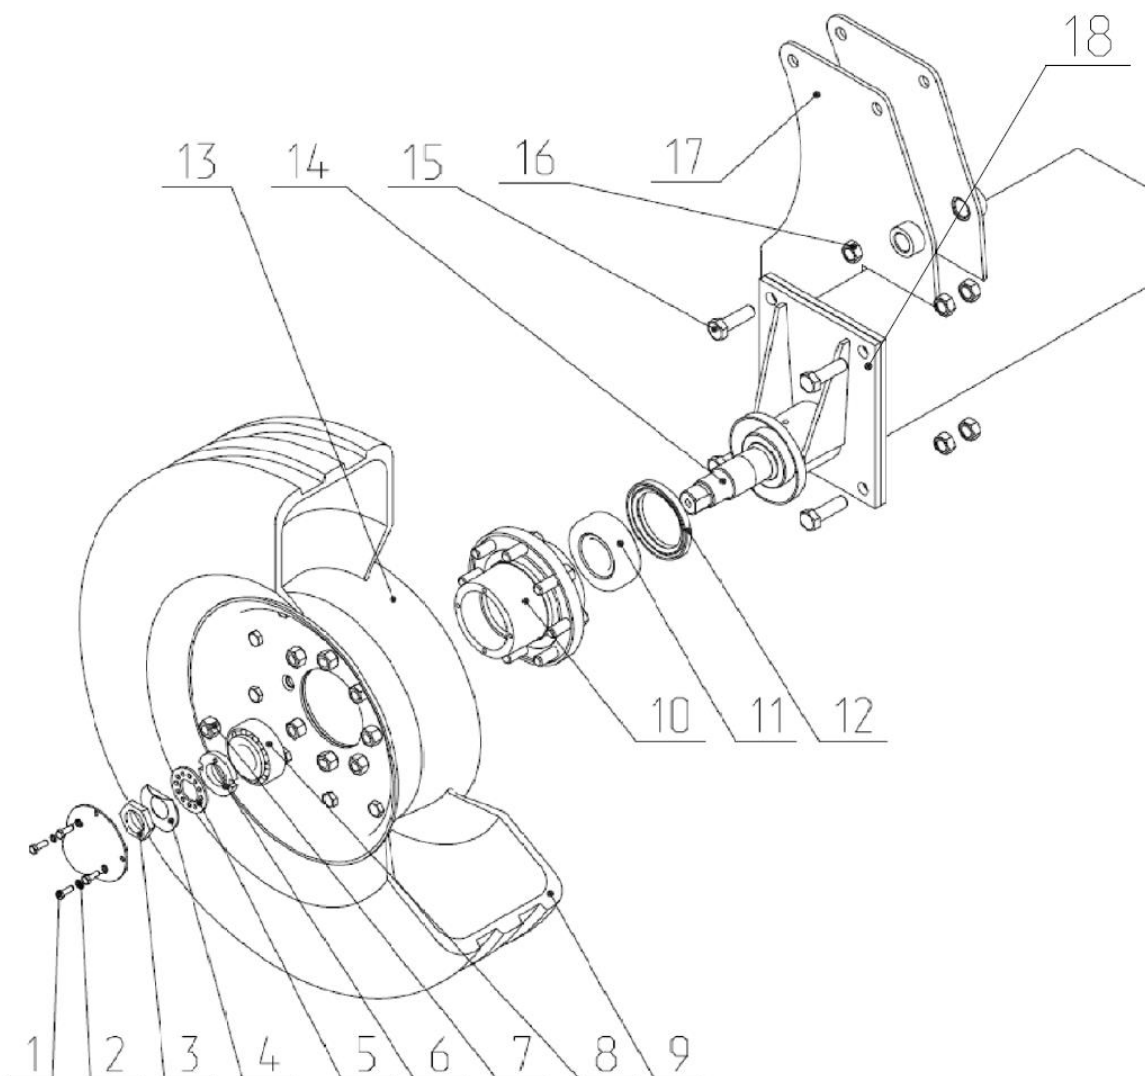

Рис.8 КБП12 03.040Б-01 (КБП12 03.040Б) Колесо в сборе
2.6 На концы боковых балок устанавливаются рабочие колеса. Ось колеса 14 (рис.8) крепится к фланцу боковой балки при помощи болтов 15. Ступица 10 установлена на оси колеса на двух подшипниках 8 и 11, которые фиксируются гайкой 6. С одной стороны ступица закрывается колпаком, а с другой - защитной шайбой, приваренной на оси колеса. Шина 9 с камерой смонтирована на колесо 13, а колесо посажен на ступицу и прикручен гайками 7.